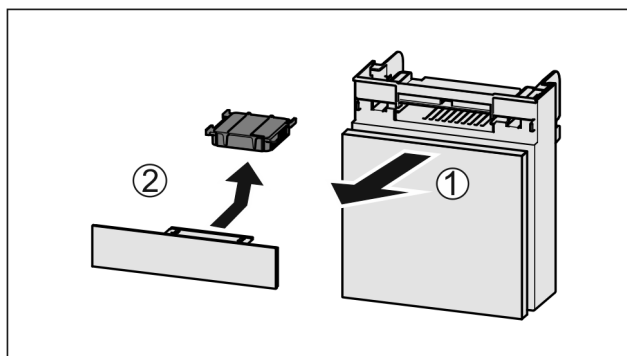

Fig. 151
- ▶ Extraire le compartiment par l'avant *Fig. 151 (1)*.
- ▶ Sortir le filtre à charbon actif *Fig. 151 (2)*.